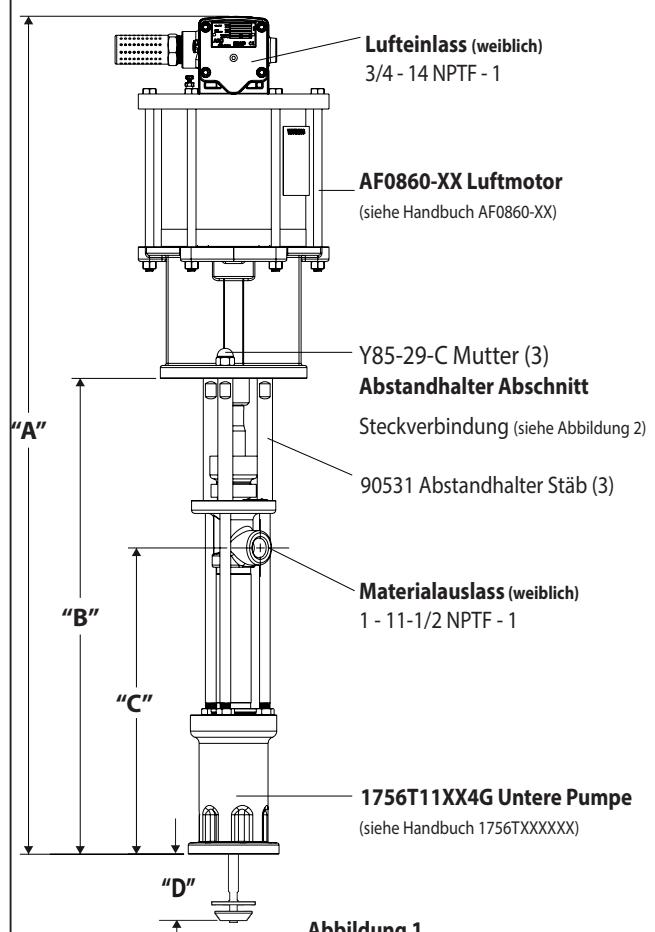

Abbildung 1
- Retirez les trois écrous (Y85-29-C) les trois (90531) tiges d'espacement (voir figure 1).
- Die drei (Y85-29-C) Muttern an den drei (90531) Abstandhalterstangen entfernen (siehe Abbildung 1).